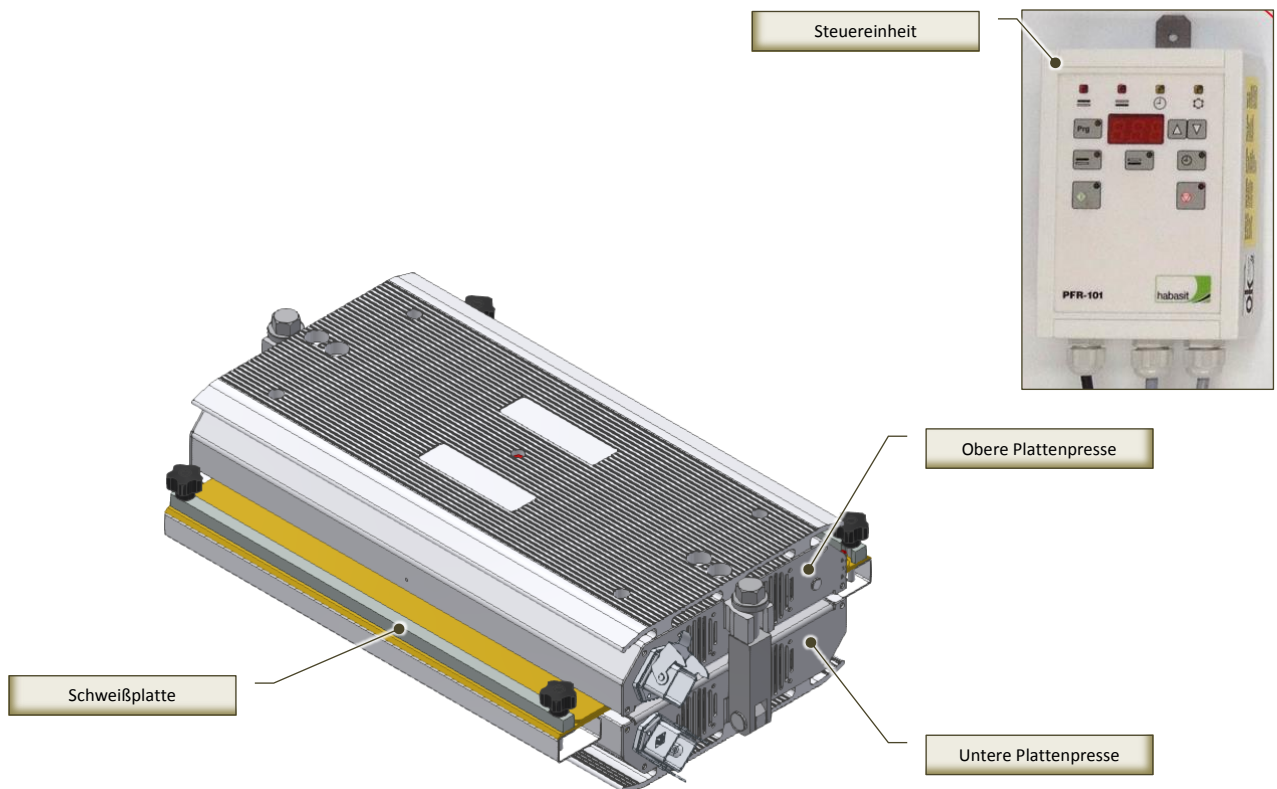

Abb. 5.1-1 - Presse für Heißverbindung
Die Presse für Heißverbindung (Abb. 5.1-1), die Modelle PML-100 / PML-200 / PML-300 / PML-600, ist eine Maschine, die entwickelt und hergestellt wurde, um das Heißfügen von Gewebebändern und HabaSYNC-Zahnriemen zu ermöglichen. Die Presse für Heißverbindung ist keine Maschine, die für die kontinuierliche Produktion ausgelegt ist, sondern für die Reparatur von Riemen und Zahnriemen und wird daher in industriellen und handwerklichen Umgebungen genutzt und nicht fest installiert.
- Nr. 1 Heißpresse (Abb. 5.1-1) mit Bedienungsanleitung;